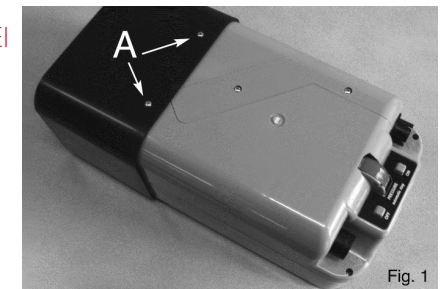

Fig. 1
Um eine versehentliche Inbetriebnahme während des Transports zu verhindern, wird die Batterie abgeklemmt. Öffnen Sie vor dem Gebrauch das Batteriefach, indem Sie die 4 Schrauben „A“ (Abbildung 1) lösen und das rote Kabel dann an den Pluspol und das schwarze Kabel an den Minuspol der Batterie anschließen. Schließen Sie es dann durch Einschrauben der Schrauben wieder.
2. Schließen Sie den Luftschlauch in Richtung des Pfeils, der zur Außenseite der Luftpumpe zeigt (**SIEHE ABB. 1 AUF S. 15**), an der Auslassöffnung an.
5. Starten Sie den Füllvorgang durch Drücken auf die Taste ON (**SIEHE ABB. 1 AUF S. 15**).
1. Schließen Sie den Luftschlauch in Richtung des Pfeils, der zur Außenseite der Luftpumpe zeigt, an den Absauganschluss an (**SIEHE ABB. 1 AUF S. 15**).
3. Starten Sie das Entleeren durch Drücken auf die Taste ON (**SIEHE ABB. 1 AUF S. 15**).
4. Bei Erreichen eines Drucks von -40/-50 mbar stoppt die Luftpumpe automatisch. Das Entleeren kann jedoch durch das Drücken der Taste OFF unterbrochen werden (**SIEHE ABB. 1 AUF S. 15**).